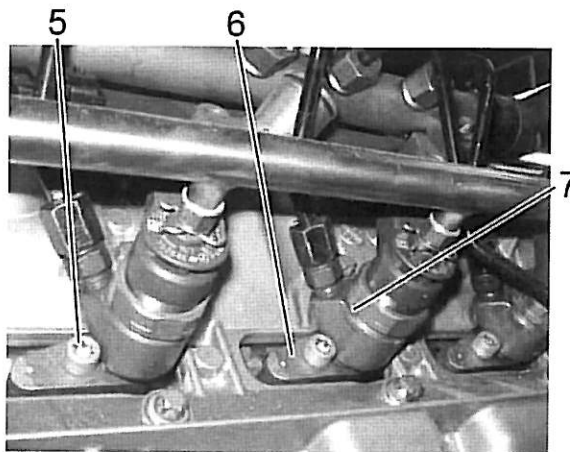

Bild 2 / Fig. 2
6. Die vier Injektorhalter, die vier Injektoren und deren Dichtringe herausnehmen. Siehe Bild 2.
6. *Remove the four injector brackets, the four injector and its sealing rings. See Fig. 2.*